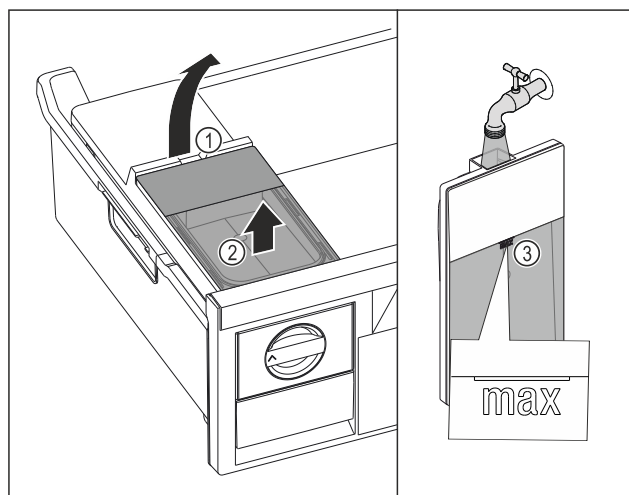

Fig. 128
- Sollevare il serbatoio dell'acqua dalla cavità Fig. 128 (1).
- Rimuovere il serbatoio dell'acqua estraendolo verso l'alto. Fig. 128 (2)
- Riempire il serbatoio dell'acqua con acqua potabile fino al contrassegno Fig. 128 (3).